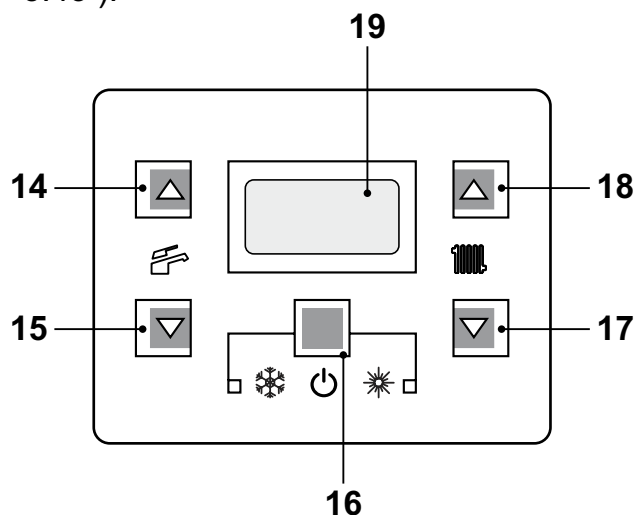
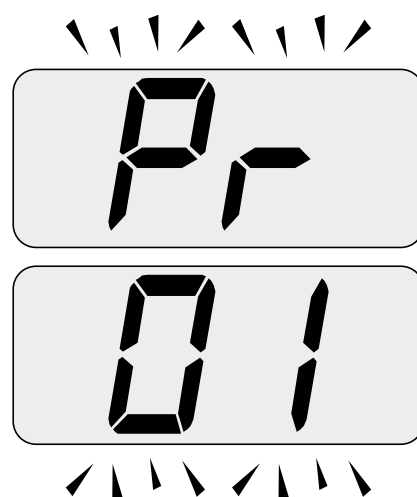
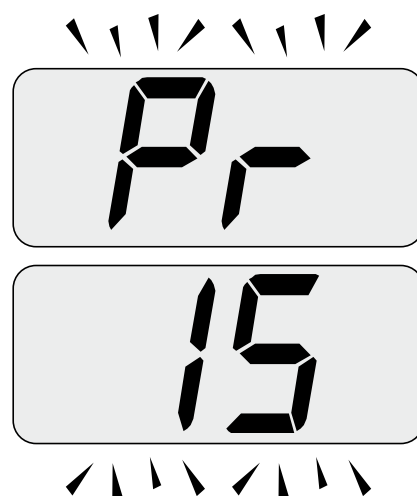
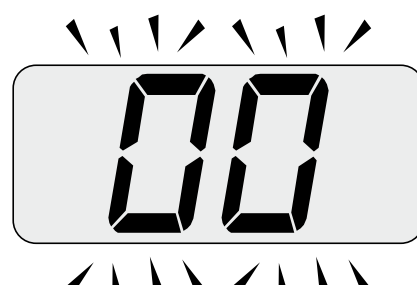

Figura 5.42
Figura 5.43
Figura 5.44
Figura 5.45
- Entrare in "modalità programmazione" premendo contemporaneamente per 10 secondi i tasti 16 - 17 - 18 (Figura 5.42) fino a far apparire sul display LCD le lettere **Pr** che si alternano con il codice **01**, indicando l'entrata nel "parametro 01"(Figura 5.43).
- Scorrere i vari parametri utilizzando i tasti 17 o 18 fino a far apparire sul display LCD le lettere **Pr** che si alternano con il codice **15**, indicando l'entrata nel "parametro 15"(Figura 5.44).
- Premere contemporaneamente i tasti 16 e 18 (Figura 5.42) fino a far apparire sul display LCD il valore del parametro 15 (Figura 5.45).
- Premendo il tasto 16 (Figura 5.42) si ottiene la conferma del valore inserito.
- Premendo contemporaneamente i tasti 16 e 17 (Figura 5.42) si esce senza modificare il valore (ritorno alla lista parametri Figura 5.44)
- Premendo contemporaneamente per 10 secondi i tasti 16 - 17 - 18 (Figura 5.42) si esce dalla "modalità programmazione".
Comunque se la temperatura ambiente non dovesse essere confortevole si può aumentare o diminuire la temperatura di mandata dell'impianto riscaldamento di $\pm 15^\circ\text{C}$ agendo sui tasti 17 (diminuzione) e 18 (aumento) (Figura 5.42).